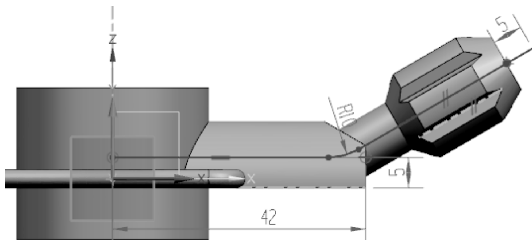

图 3-113 绘制草图曲线
- 在【特征】组中单击【草图】按钮，选择 XZ 平面作为草图平面，绘制如图 3-113 所示的草图曲线。